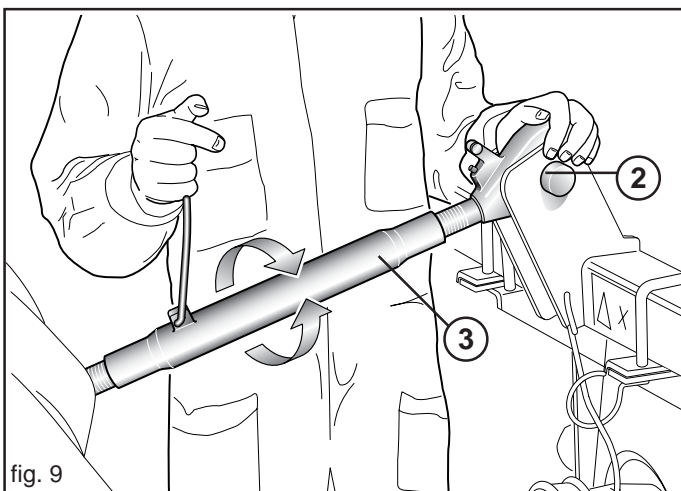
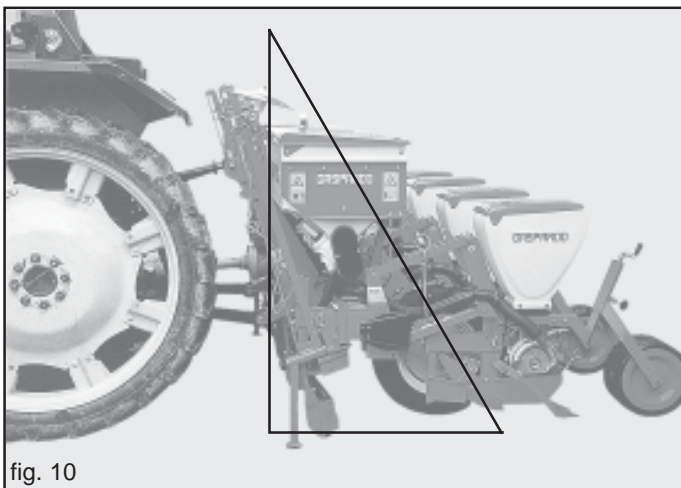

fig. 9
fig. 10
- 3) Conectar el tercer punto superior (2, Fig. 9); la clavija tiene que bloquearse con el respectivo pasador; a través del tensor de regulación (3, Fig. 9) tratar que la sembradora se encuentre en posición perpendicular al terreno (Fig. 10).